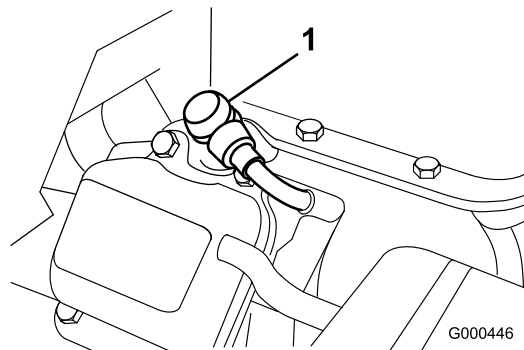

Figura 30
1. Desconecte el cable moldeado de la bujía (Figura 30).